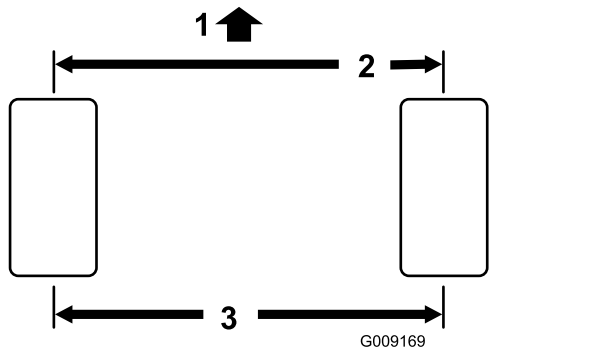

Figura 88
1. Mida la distancia entre centros (a la altura del eje) en la parte delantera y trasera de los neumáticos de dirección (Figura 88).